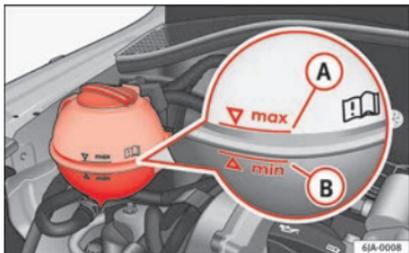

Fig. 207 Vano motore: serbatoio del liquido di raffreddamento.
- Controllare il livello del liquido di raffreddamento nell'apposito serbatoio » fig. 207. A motore freddo, il livello del liquido di raffreddamento deve trovarsi tra -B (min.)- e A (max.). A motore caldo, il livello può anche superare leggermente la tacca A (max.).
- Porre un panno sullo sportellino del serbatoio di compensazione del liquido di raffreddamento » fig. 207 e svitare il tappo facendo attenzione.
Non riempire il serbatoio del liquido di raffreddamento oltre la tacca A (max.) » fig. 207! Il liquido di raffreddamento in eccesso, al riscaldarsi, viene espulso dall'impianto di raffreddamento attraverso la valvola di sovrappressione collocata sul tappo di chiusura del serbatoio di compensazione del liquido di raffreddamento.